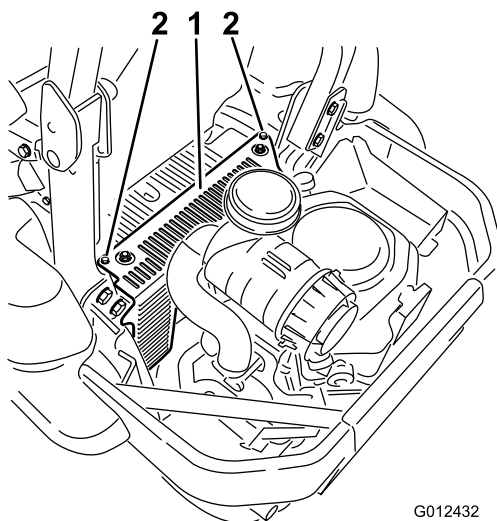

Figure 50
3. Déposez le cache de l'unité hydraulique et les 2 boulons qui y sont fixés (Figure 50). Vous pourrez ensuite accéder à la bougie avant.
5. Montez le carénage de l'unité hydraulique gauche (Figure 50).